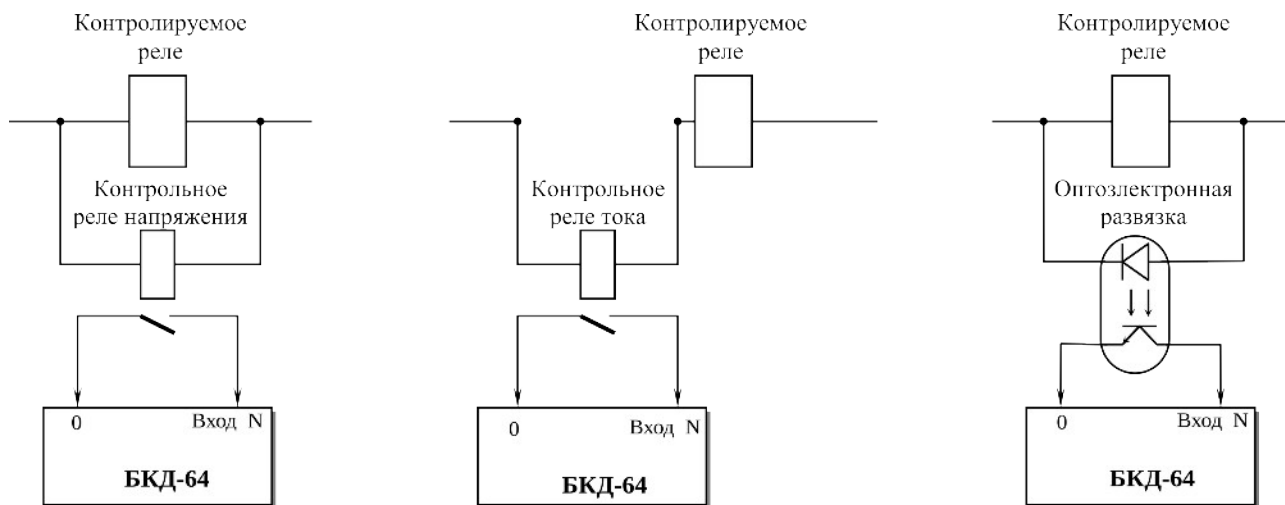

Рисунок 49
11.1.6.5 При отсутствии у контролируемого реле свободных контактов, применяются маломощные контрольные электромеханические, герконовые или полупроводниковые реле. Контрольные реле напряжения включаются параллельно контролируемому элементу, контрольные реле тока – последовательно (см. рисунок 49).